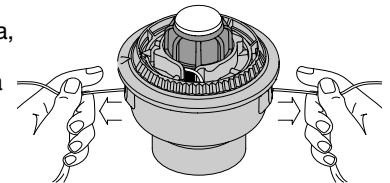

Fig. 20
9. Si el bobinado de la línea se torna dificultoso o la línea se enreda, tire de los extremos de la línea de la bobina. Continúe bobinando el carrete interior en sentido antihorario (Fig. 20).
Si el SpeedSpool® no suelta línea en forma correcta, tire firmemente de los extremos de la línea de la bobina (Fig. 20). Si al hacer esto la línea no se suelta, siga las instrucciones de limpieza del SpeedSpool® a continuación.